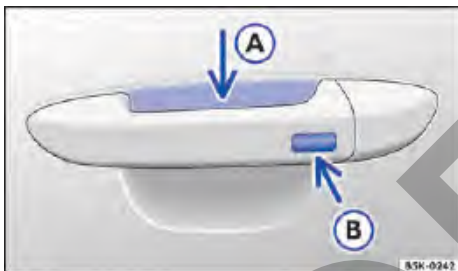

Fig. 53 Keyless Access: superficies del sensor.
- Tocar el sensor → fig. 53 (A) en la parte interna de la manilla de la puerta del conductor o de la puerta del acompañante delantero.
- Tocar la superficie del sensor → fig. 53 (B) en la parte externa de la manilla de la puerta del conductor o de la puerta del acompañante delantero *una vez*.
- Además, dentro de 5 segundos, toque una vez en el sensor en el exterior de la manilla de la puerta → fig. 53 (B).
Para la **apertura de confort** de todos los vidrios eléctricos y del techo solar, empujar la manilla de la puerta y mantener presionados, al mismo tiempo, el sensor de la parte interna de la manilla → fig. 53 (A) y la superficie del sensor (B).
Para el **cierre de confort** de todos los vidrios eléctricos y del techo solar, mantenga un dedo durante unos segundos sobre la superficie del sensor → fig. 53 (B) del lado exterior de la manilla de la puerta del conductor o del acompañante delantero.
Un fuerte chorro de agua o de vapor puede activar las superficies de los sensores en las manillas si, al mismo tiempo, una llave del vehículo válida está en el área de aproximación. Si al menos un vidrio está abierto y la superficie del sensor → fig. 53  en una manilla de la puerta se activa permanentemente, todos los vidrios se cerrarán. Si el chorro de agua o de vapor se aleja brevemente de la superficie del sensor → fig. 53  de una manilla de la puerta y se vuelve a dirigir hacia ella, posiblemente todos los vidrios se abrirán.